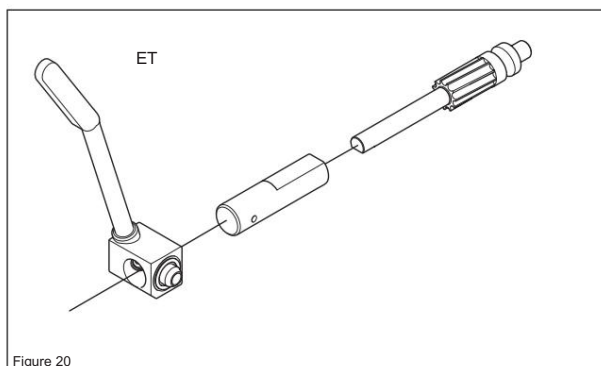

Figure 20
La pompe à huile (E) n'est pas réglable. (voir figure 20)